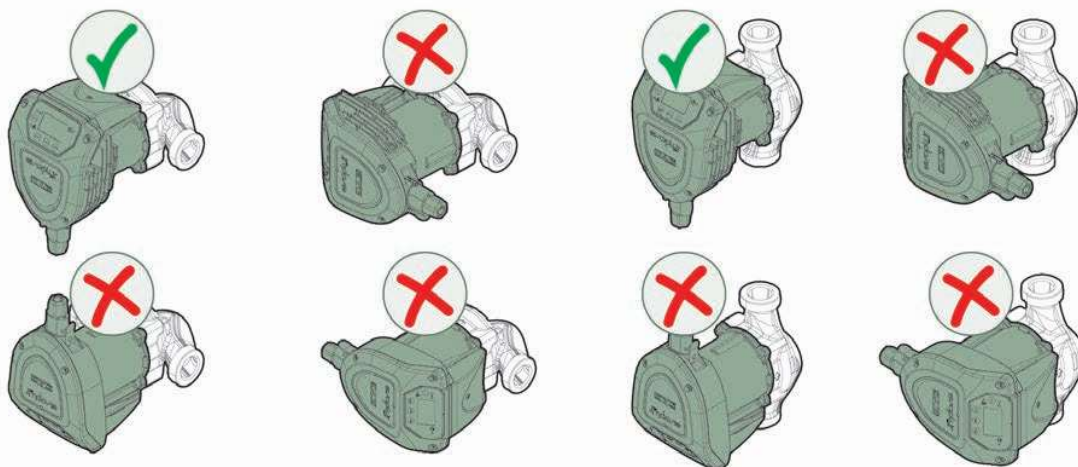

Figura 5
Este posibilă rotirea interfeței utilizatorului pe poziții diferite față de cea standard; consultați Figura 5
- în cazul în care temperatura mediului ambiant este mai mare decât temperatura lichidului, există riscul de formare a condensului. Acest condens trebuie și poate fi evacuat prin cel puțin **unul dintre cele trei orificii** de evacuare poziționate pe corpul motorului, consultați Figura 5